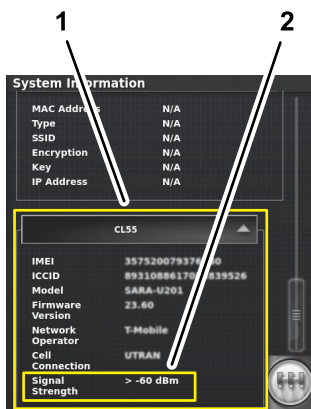

Figura 279
- En la pantalla de información del sistema, utilice la barra de desplazamiento para navegar al icono CL55 (Figura 279).
- Pulse el icono CL55 para mostrar información sobre la intensidad de la señal (Figura 279), y compruebe que la intensidad de la señal del módem es de entre -60 dBm y -99 dBm.